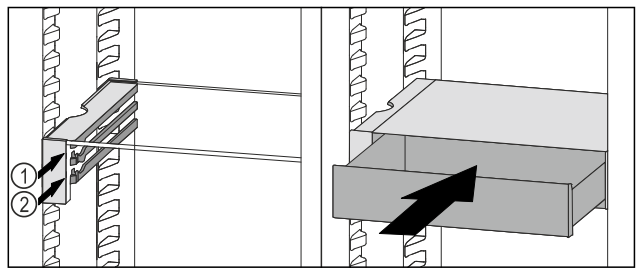

Fig. 95
- ▶ Placer le tiroir VarioSafe derrière les butées sur la nervure désirée Fig. 95 (1) ou Fig. 95 (2).